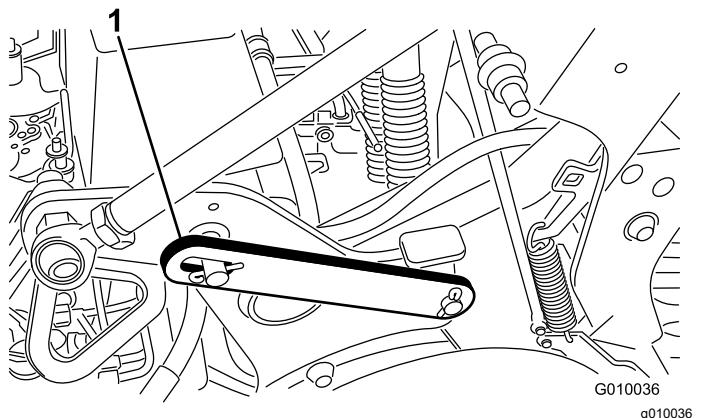

Bild 18
3. Entfernen Sie den Clipring, mit dem der Wartungsriegel in der verstauten Stellung befestigt ist (Bild 18).